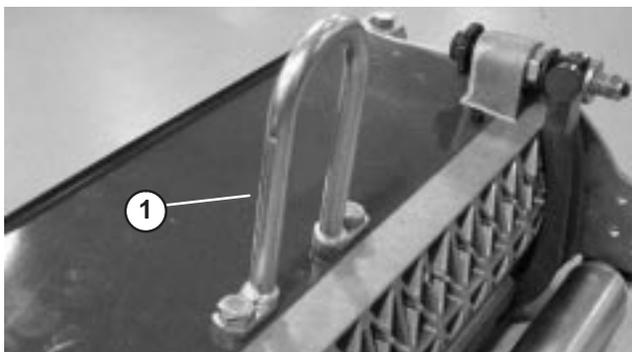

Figure 2
- Fixez l'étrier de levage en haut du plateau de coupe au moyen de (2) vis à tête. Serrez les vis à 34–40 Nm (Fig. 2).
Remarque : Un étrier de levage optionnel (Réf. Toro 106-6938) peut être utilisé à la place du maillon de chaîne, si l'on préfère (Fig. 2). Vous pouvez vous le procurer chez votre concessionnaire Toro.